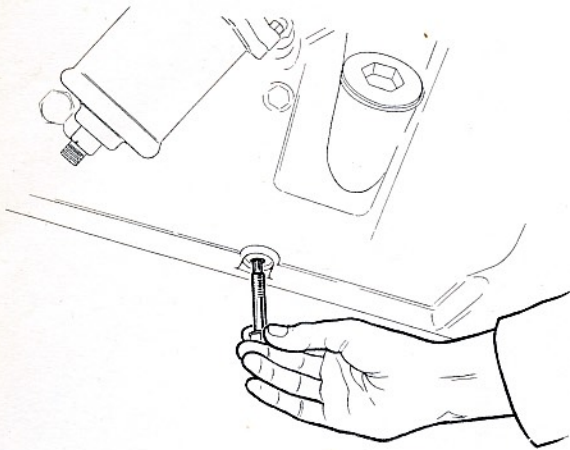

Fig. 3
- 8 - Dévisser la vis d'arrêt du roulement AR de l'arbre inférieur (fig. 3).